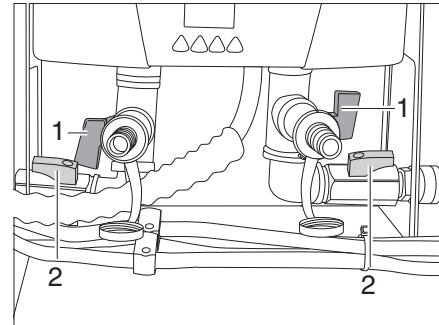

Bild 179 Durchlauferhitzer
- Rote Entleerungsventile (Bild 179,1) schließen.
- Schwarze Ventile (Bild 179,2) öffnen.